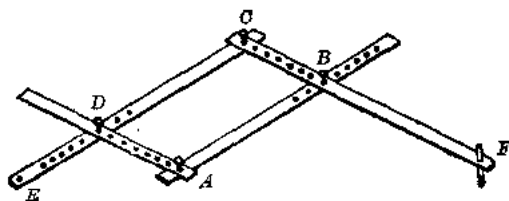

图 3
3. 仿照图3，保持 $ABCD$ 是一个平行四边形，对边两两相等，用羊眼圈把四条竹片装配起来。羊眼不要太紧，以保证整把尺能灵活伸展。
4. 在其中一根竹片(图中为 CBF)的另一端打一个直径与铅笔的外径相等的小孔 F , 以便插入铅笔头(图 3)。